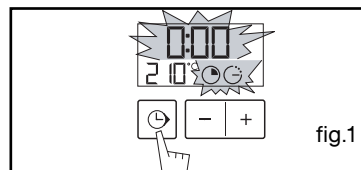

fig.1
De weergave knippert op 0u00 om aan te geven dat instellen dan mogelijk is. (fig. 1).
- Druk op de toets "⌚" (fig.1) tot het symbool van de schakelklok knippert.
- Regel en bevestig de tijd van uw programmaschakelaar op 0:10 (fig.1).